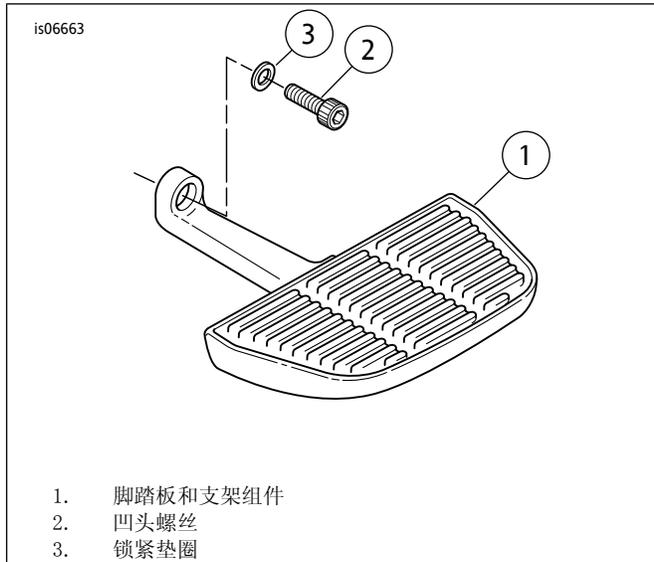

图9。乘客脚踏板组件-1993年款及之后的旅行车型
- b. 1993年款及之后的旅行车型：参见图9。将每个脚踏板和盖组件（1）安装到安装螺柱上，对准支架上的螺栓孔与安装螺柱上的孔。使用凹头螺丝（2）和锁紧垫圈（3）固定每个脚踏板。拧紧内六角螺丝至41 N·m (30 ft-lbs)。